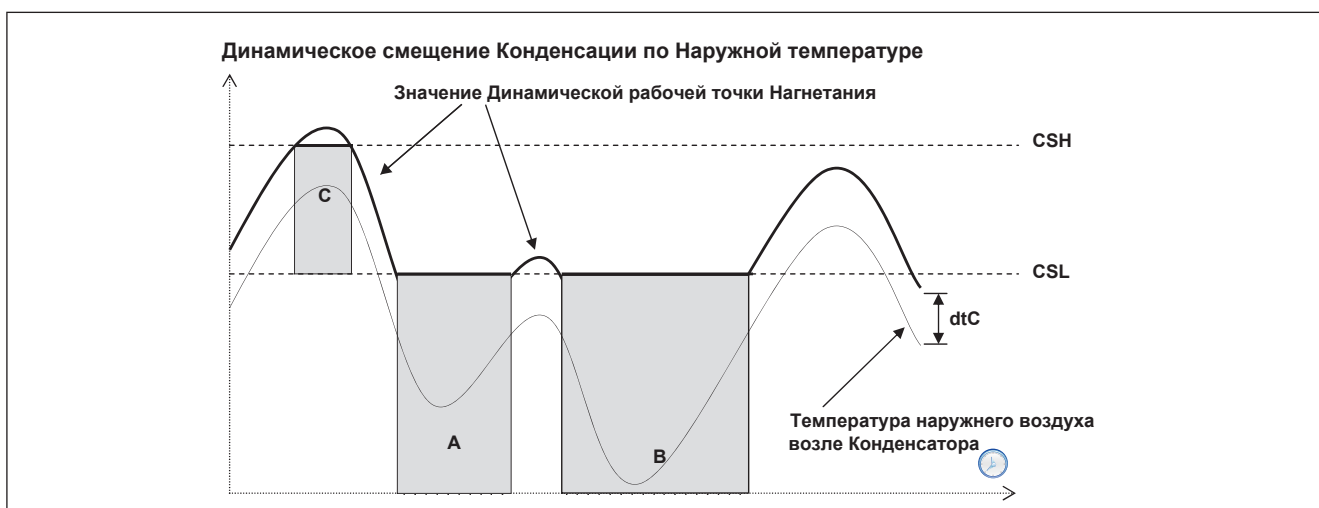

Рис. 39. Плавающая (динамическая) конденсация по температуре наружного воздуха
Контроль переохлаждения предотвращает возврат жидкости в конденсатор и переохлаждение газа. Разрешение функции устанавливается разрешением использования датчика переохлаждения параметром $ELr=Op=1$. Переохлаждение $UCtemp$ (смотрите Рис. 39) рассчитывается по датчикам температуры переохлаждения, который устанавливается перед жидкостным ресивером, и давления нагнетания по формуле:
- действующее значение рабочей точки конденсации не может быть ниже значения CSL (области А и В на диаграмме плавающей конденсации по температуре наружного воздуха - смотрите Рис. 39).
- действующее значение рабочей точки конденсации не может быть выше значения CSH (область С на диаграмме плавающей конденсации по температуре наружного воздуха - смотрите Рис. 39).